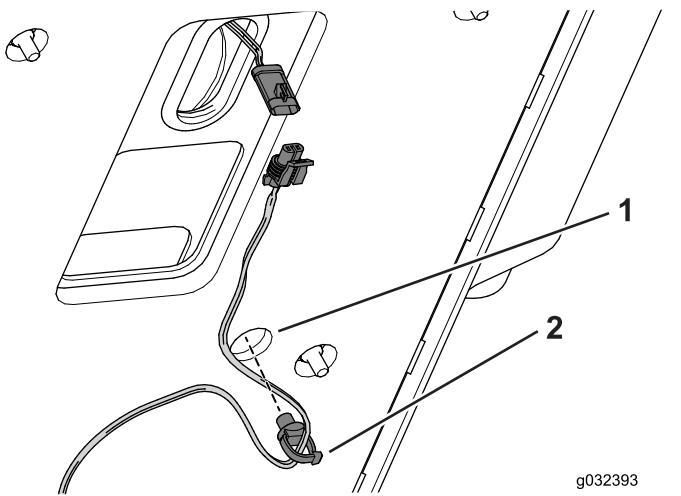

Рисунок 7
- 6. Установите зажим провода с обратной стороны пластины сиденья Рисунок 7.
- 7. Подсоедините разъем переключателя сиденья к жгуту проводов (Рисунок 7).